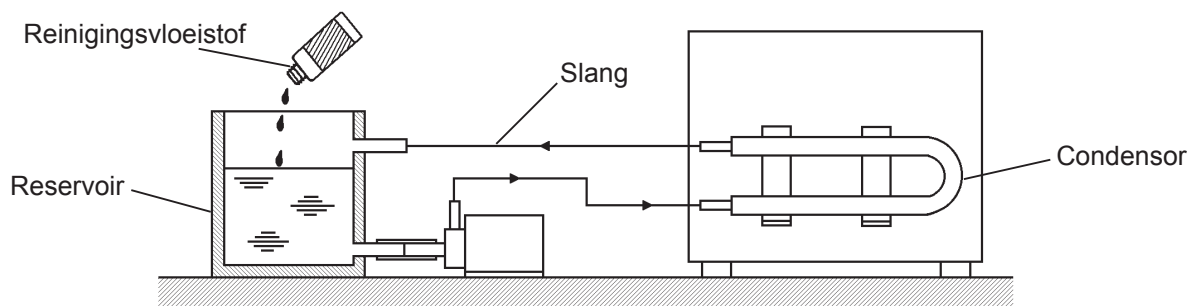

Fig. 8
- 6) Sluit de slangen aan zoals weergegeven in fig. 8 en zet ze vast met slangklemmen.